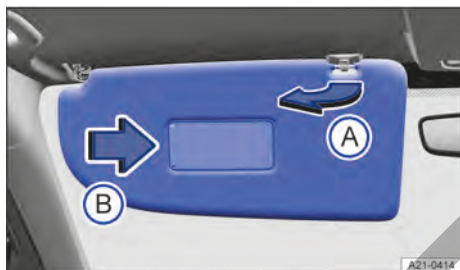

Fig. 83 En la parte delantera del revestimiento interior del techo: parasol.
2. Se pueden extraer del soporte y girar hacia las puertas → Fig. 83 (A).
1. Desplace la tapa en el sentido de la flecha → Fig. 83 (B).